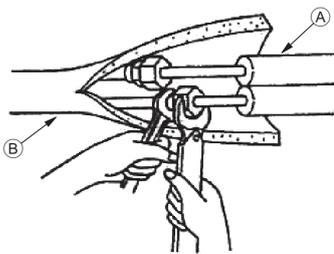

Abb. 4-3
4.3. Rohrleitungen für Kältemittel (Abb. 4-3)